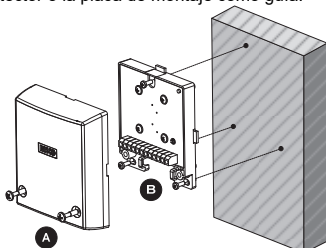

Figura 1: Montaje del detector directamente sobre una superficie metálica
- Retire los tornillos de fijación de la tapa para separar la tapa de la base. Consulte la Figura 1(A)/2(B).
Montaje directo sobre una superficie metálica (Figura 1)
- c. Ajuste el detector con los tornillos de fijación suministrados. Consulte la Figura 1(B).
- Quite la tapa y vuelva a ponerla con los tornillos de fijación. Consulte la Figura 1(A)/2(B).